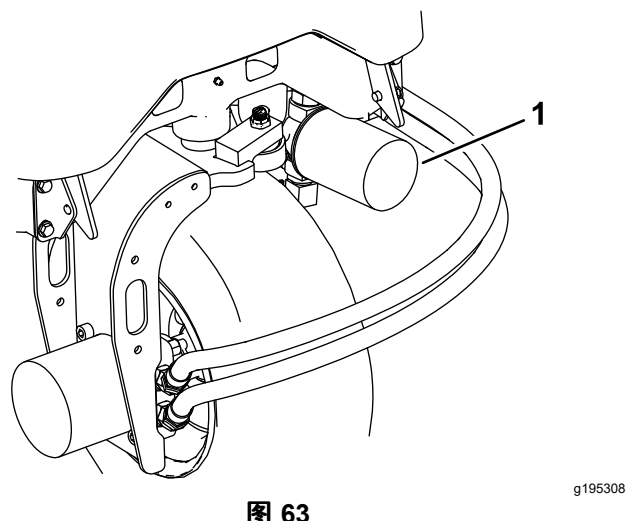
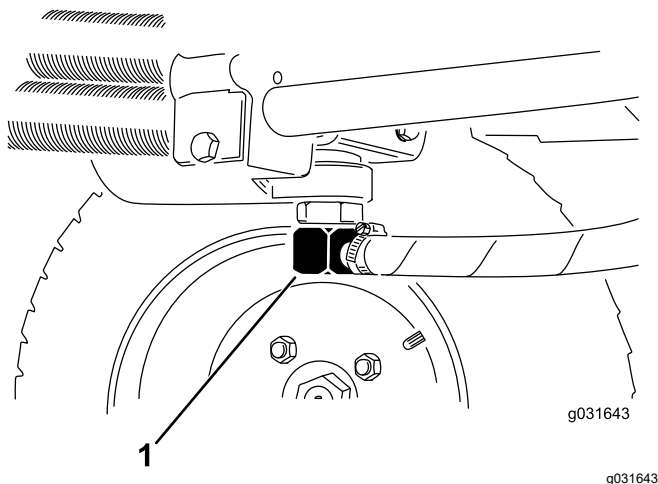

图 63
图 64
3. 清洁滤芯安装区周围的区域在滤芯下面放置一个放油盘然后拆下滤芯图 63。
2. 断开液压管线与油箱的连接或卸掉液压油滤芯让液压油流入放油盘 图 63和图 64。
3. 液压油停止排出时安装液压管线 图 64。